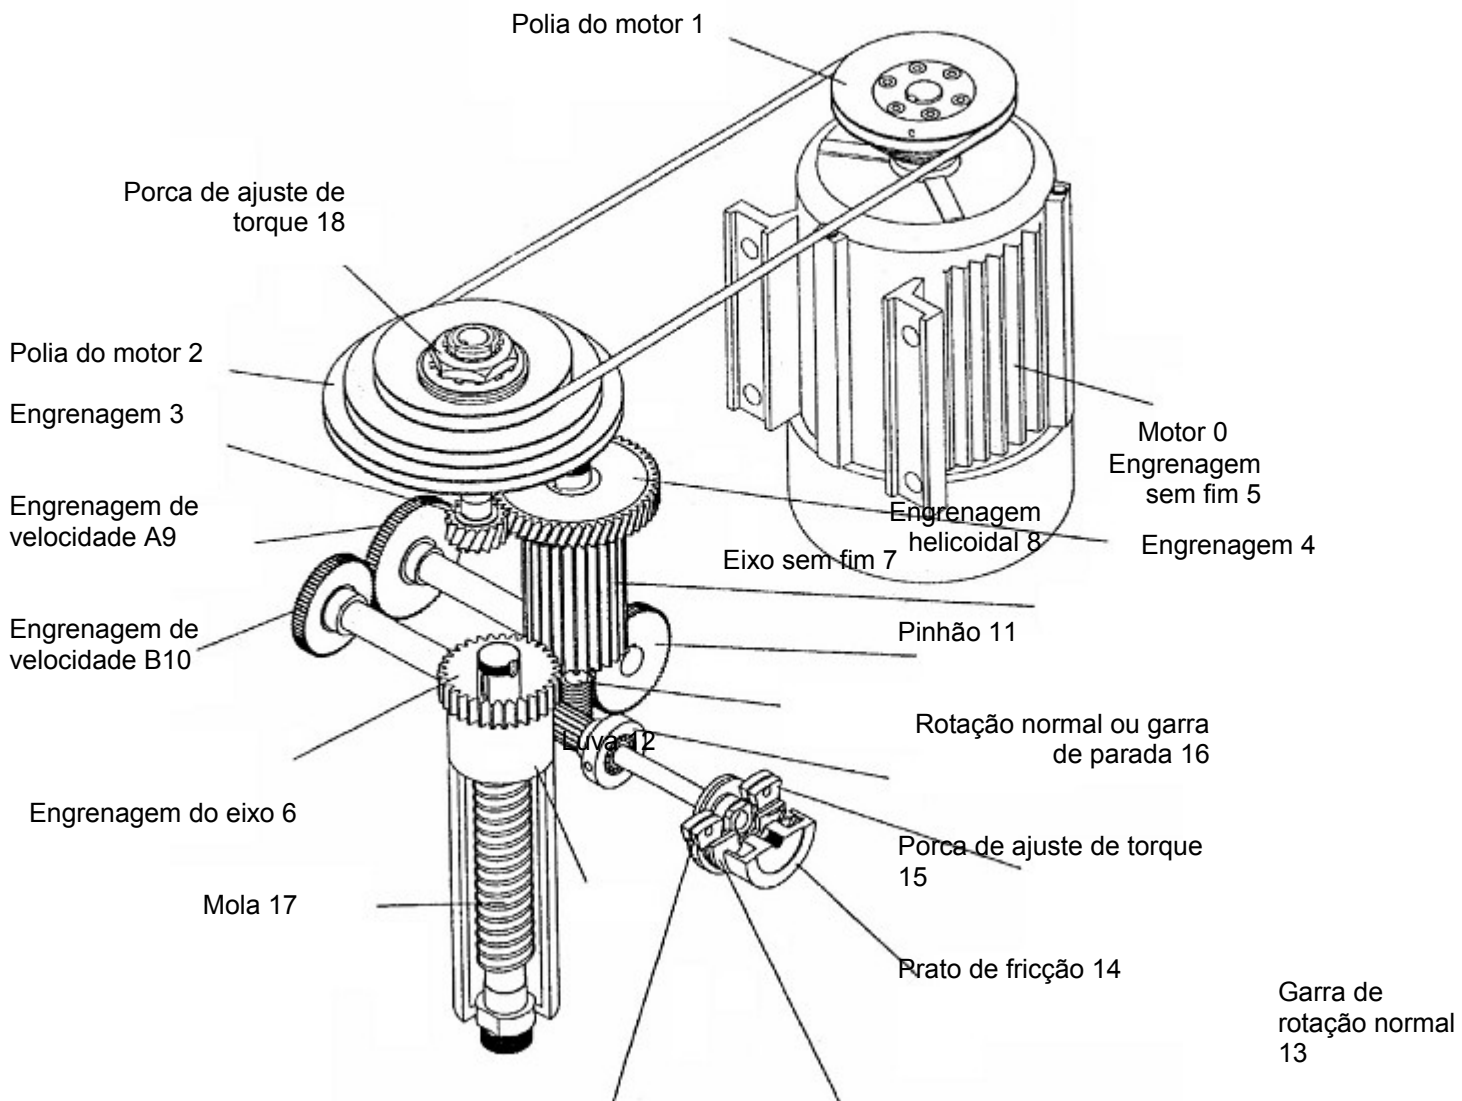

Fig. 3
A pressão da mola é alterada ajustando-se a porca (Fig. 3), que poderá ser posicionada soltando-se o parafuso. Lembre-se de prender novamente o parafuso na parte superior do eixo após o ajuste.
10. Estrutura principal. (Fig. 3)